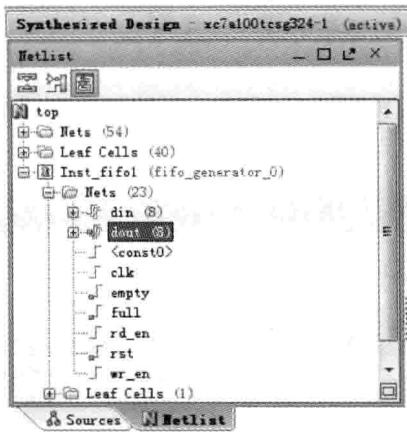

图 3.8 Netlist 窗口界面
- (1) 选中顶层 top.v 或者 top.VHD 文件。
- (2) 在 Vivado 主界面左侧的 Flow Navigator 窗口下,选择并展开 Synthesis。在展开项中,选择并双击 Run Synthesis。开始对设计进行综合。
- (3) 等待综合完成后,出现 Synthesis Completed 对话框界面。在该界面中,选择 Open Synthesized Design。
- (4) 单击 OK 按钮。
- (5) 如图 3.8 所示,在 Netlist 窗口下,列出了当前设计中存在的所有网络节点。